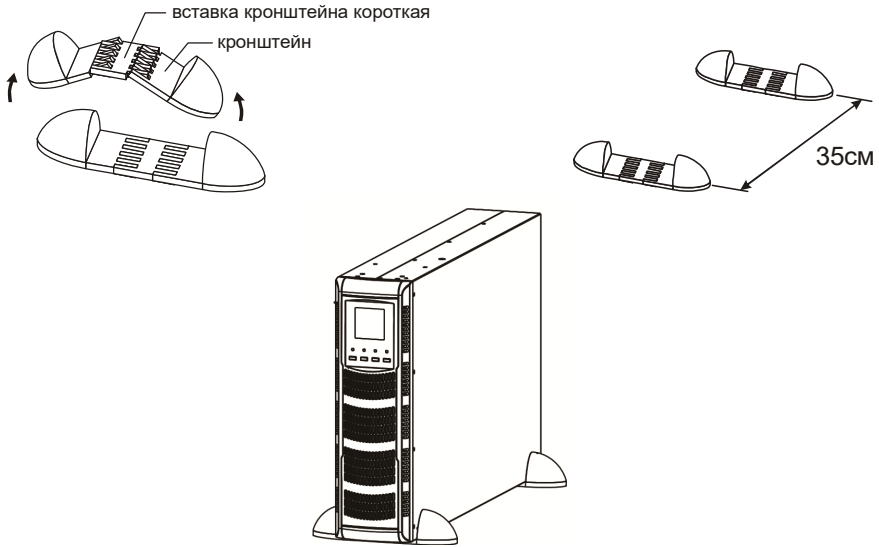

Рисунок 6 – Порядок установки ИБП в вертикальное напольное (настольное) положение
7.1.4 Установку ИБП в вертикальное положение следует производить при помощи кронштейнов для вертикальной установки в следующей последовательности (рисунок 6):